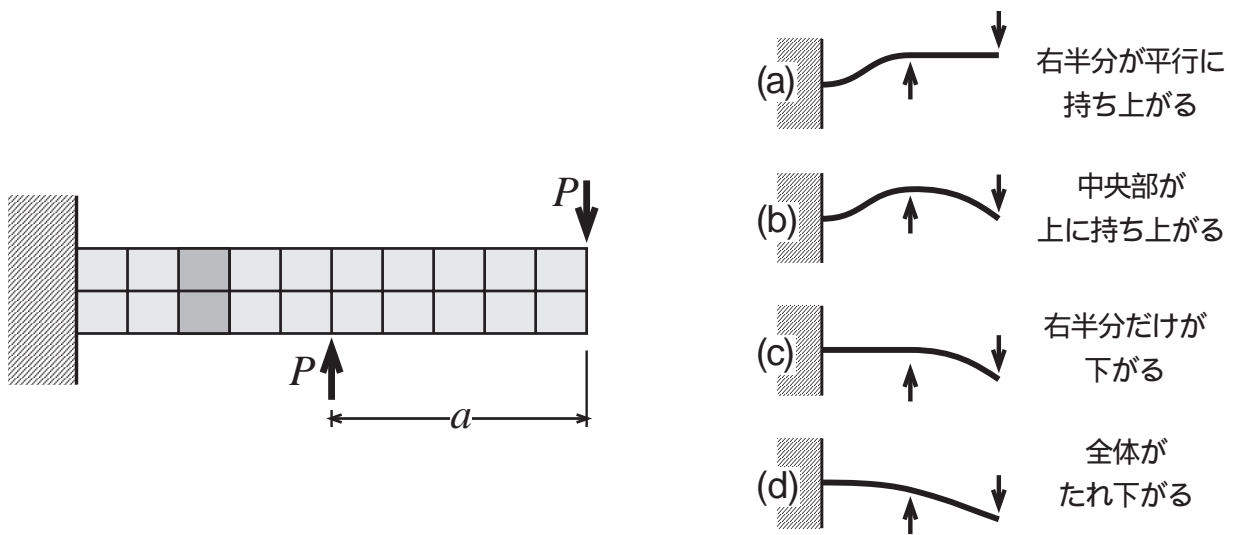

図 2.1.4 2つの荷重を受ける片持ち梁
- (4) 上向きの荷重が加われば梁が上にたわむのは当たり前と思うかもしれない。それでは、図 2.1.4 のような荷重^{*1}を受けると梁はどのように変形するだろうか？ まず、当てずっぽうで、a ~ d より選んでみよう（たぶん、b または c を選ぶ人が多いと思う）。また、これをホームページで調べるために、次のような操作を行ってみよう。